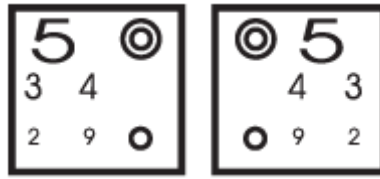

Abb.40
(1) Verwenden Sie die rote und grüne Tabelle, um den genauen Wert der sphärischen Linse zu bestimmen (siehe Abb. 40). Fragen Sie den Patienten, welche am deutlichsten zu sehen ist, rote